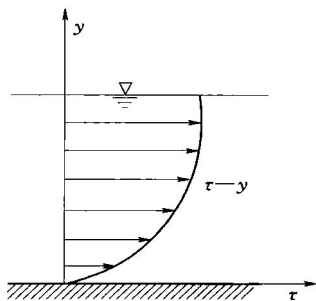

图 1-5
- 1-7 已知二元明渠断面的流速分布为抛物线，如图 1-5 所示，则其切应力分布 $\tau - y$ 为_____分布，切应力最大值在_____处。